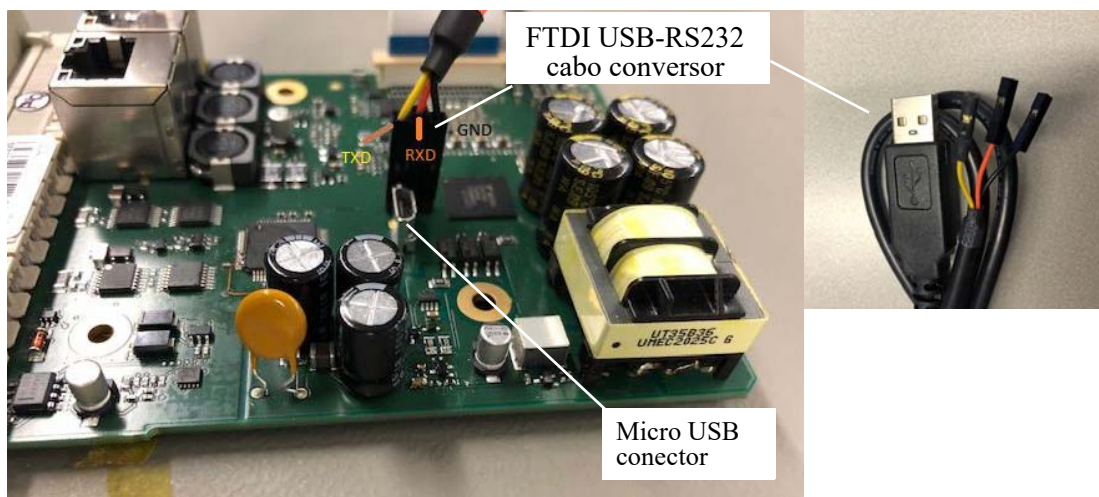

Figura 5-1. Porta serial e conector micro USB
3. Conecte o conector micro-USB da PFEA122 ao PC usando o cabo USB, consulte Figura 5-1.